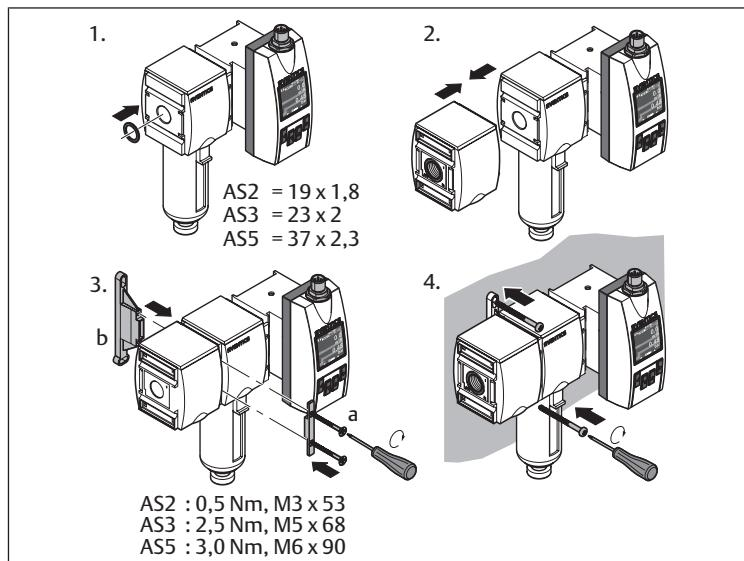

Bild 4: Montering med fästbygel | W03
- Montering med fästbygel: se → Bild 4.